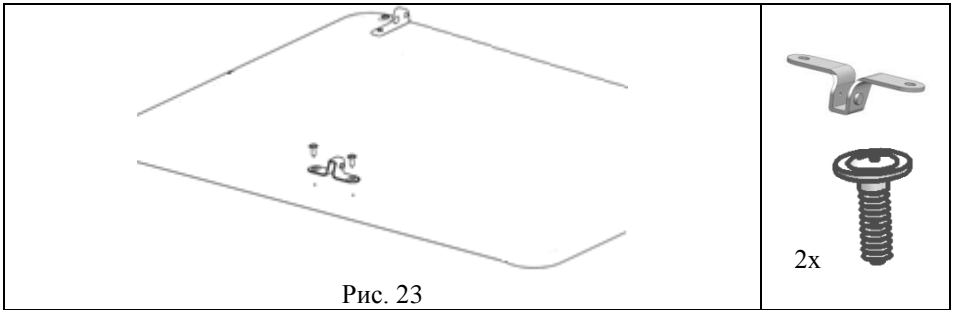

Рис. 23
5.5.2. К сборке по п. 5.5.1 прикрутить с помощью саморезов с прессшайбой (поз. 2, пакет № 158) кронштейн верхний (поз. 3, пакет № 9a), см. рис. 23, 23а.
Рис. 23а